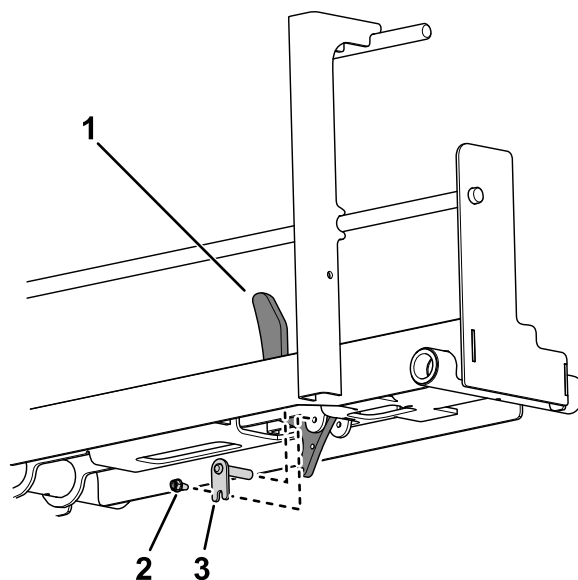

Bild 12
4. Befestigen Sie den Radanschlag mit einem Laschenstift und einer Sechskantschraube an der Rampenbaugruppe (Bild 12).